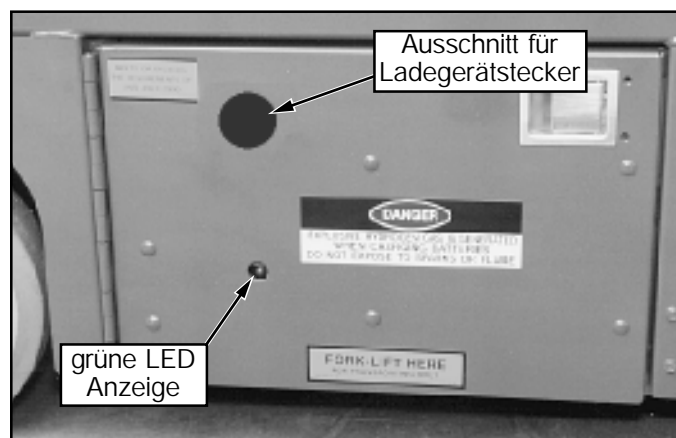

Bild 6: Fahrwerkmodul, rechte Seite
- Verbinden Sie das Verlängerungskabel (1,5 mm2 Mindestkabelquerschnitt und maximal 15 m lang) mit dem Ladegerätstecker durch den Ausschnitt an der linken Seite des Fahrwerks (Bild 6). Verbinden Sie das Verlängerungskabel mit einer ordnungsgemäß geerdeten Buchse mit der richtigen Spannung und Frequenz.